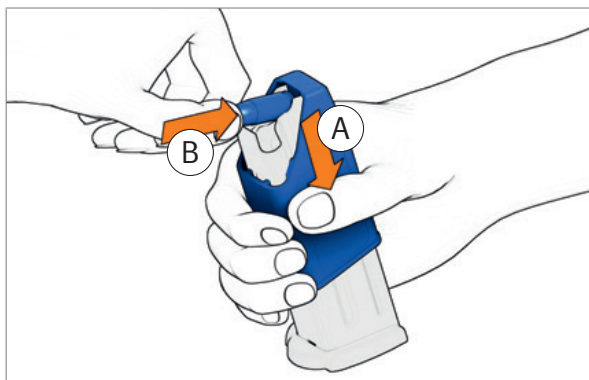

Abb. 42: Patrone unter die Magazinlippen schieben
2. Ladehilfe nach unten drücken und halten (Abb. 42).
3. Patrone mit dem Patronenboden voraus unter die Magazinlippen schieben (Abb. 42).